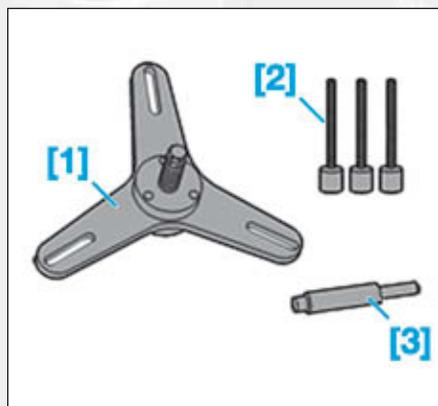

FIG.1
- [1]. Compresseur de mécanisme d'embrayage (réf. 0217.A) (Fig.1).